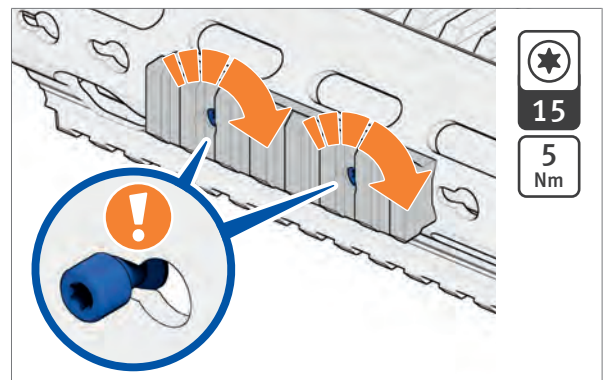

Abb. 45: Schrauben für Picatinny-Schiene festziehen
4. Schrauben für Picatinny-Schiene mit Drehmomentschlüssel im Uhrzeigersinn festziehen bis das Drehmoment erreicht ist (Abb. 45).